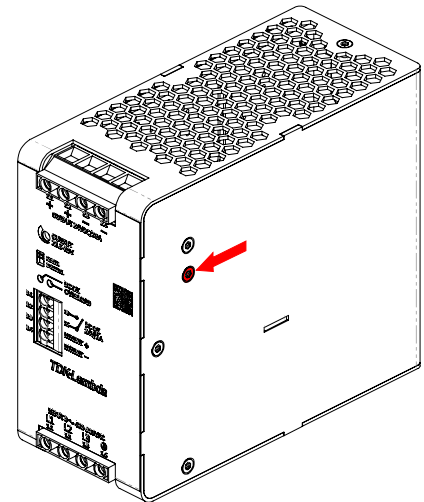

図.30: GDTの接続ねじの位置
- 1) トルクスX10(Torx X10)でネジを取り外します。(図.30参照)